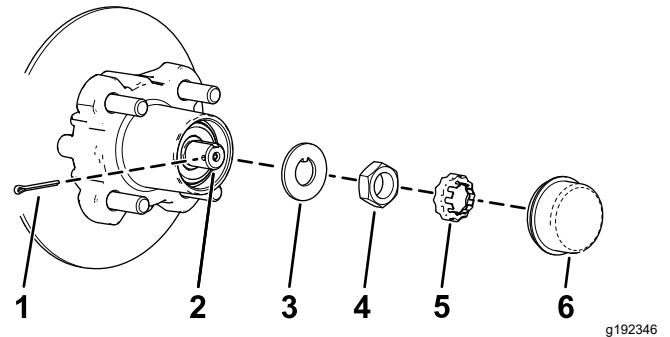

Bild 32
4. Nehmen Sie den Staubdeckel von der Radnabe ab (**Bild 32**).
5. Nehmen Sie den Splint und die Mutterbefestigung von der Spindel und der Spindelmutter ab (**Bild 32**).
6. Nehmen Sie die Spindelmutter von der Spindel ab und trennen die Radnabe und den Drehzylinder von der Spindel ab (**Bild 32** und **Bild 33**).